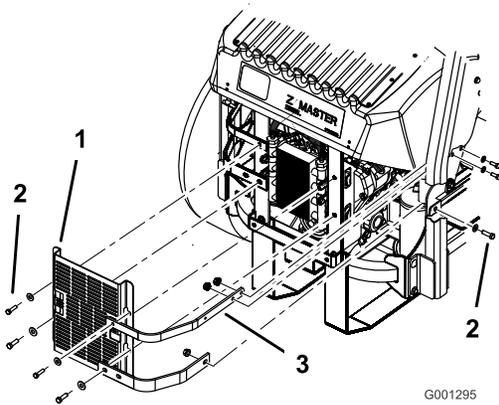

Figura 66
3. Retire los 4 pernos que fijan el protector del enfriador de aceite al bastidor trasero (Figura 66).
4. Retire los 3 pernos que fijan las bridas del motor al lateral de la máquina (Figura 66).
12. Instale el protector del enfriador de aceite y las bridas del motor al bastidor trasero con los 4 pernos que retiró anteriormente (Figura 66).
13. Instale las bridas del motor en el lateral de la máquina (Figura 66).